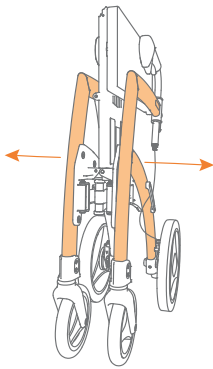

Figura 10: Aprire tirando la cornice verso l'esterno.
- Separare i lati del telaio della Rollz Motion Electric fino a quando non sono quasi completamente aperti (**Figura 10**).